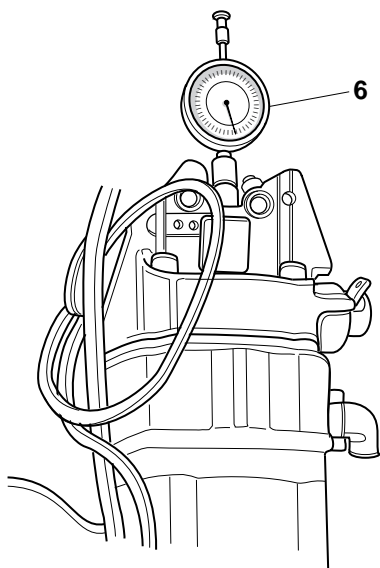

Fig. 55
4. Portare il pistone al P.M.S. verificandone la corretta posizione con un comparatore "6" (Fig.55) opportunamente sistemato.
4. Taking piston to the P. M. S. and verifying the correct position with a comparator "6" (Fig. 55) opportunely settled.
4. Den Kolben in den oberen Totpunkt bringen und die Position durch Komparator "6" prüfen: siehe Abb.55.
4. Porter le piston au point mort haut par comparateur "6" (Fig.55) contrôler si la position est correcte.